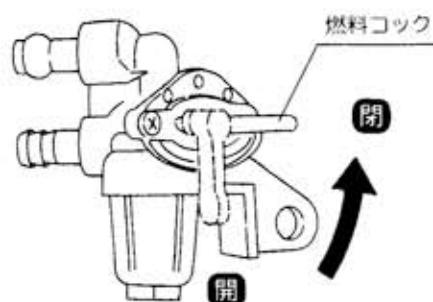

図39
- エンジン停止後、必ずコックを「閉」位置にしてください。(図39)